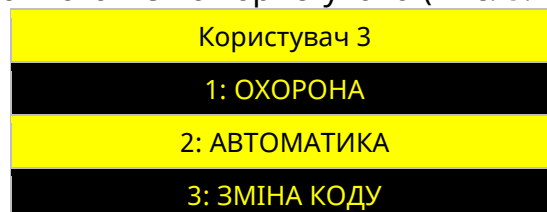

Рисунок 5.16 – Головне меню користувача
- 2) перейти до головного меню користувача (Рис. 5.16);